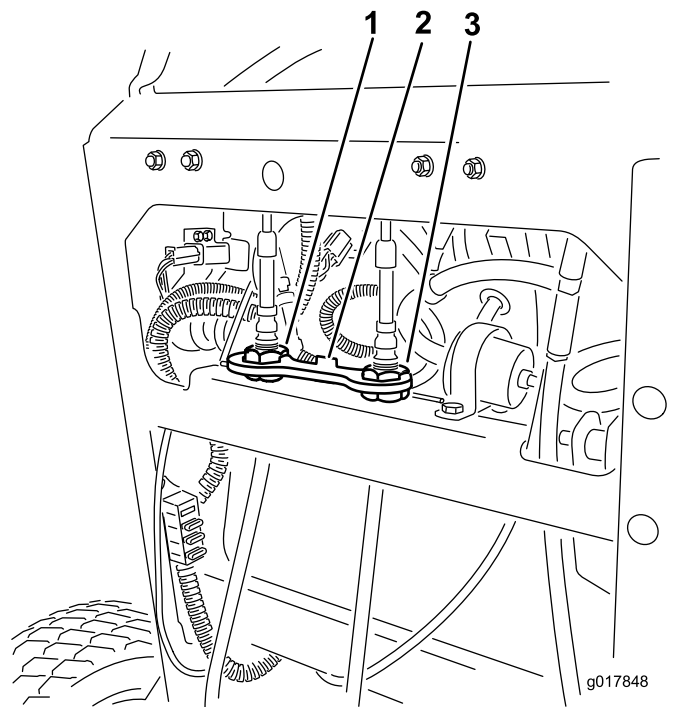

Figura 70
6. Instale o bloqueio do cabo nas porcas de ajuste do cabo para fixar o ajuste (Figura 70).